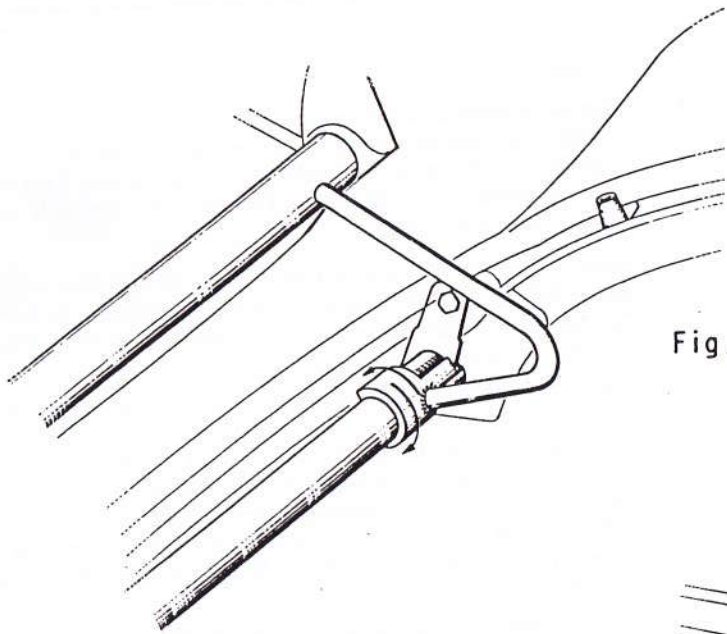

Fig. 3
- Déposer le clips (5), la rondelle épaisse (4), la plaquette de frottement (3) en céloron (*crochet*).
- Maintenir le capot et dégager la béquille de la glissière, puis déposer le guide (2) et la rondelle de frottement (1). Rabattre la béquille le long de la partie latérale de proue, puis déposer le capot en le basculant vers l'avant et en le dégageant de ses charnières (Fig. 3).
- Déposer le clips (8), la rondelle épaisse (7), déposer la béquille.
- La rondelle de frottement (6) peut rester sur son axe.
- 5) Présenter le capot en position verticale sur le tube, comme indiqué (Fig. 3).
8050 - DEPOSE et POSE du CAPOT - (Fig. 3)**Outillage :****- Crochet -****Dépose -**
- 3) Continuer de basculer le capot vers l'avant jusqu'au dégagement des charnières (Fig. 3), dégager le capot du véhicule.